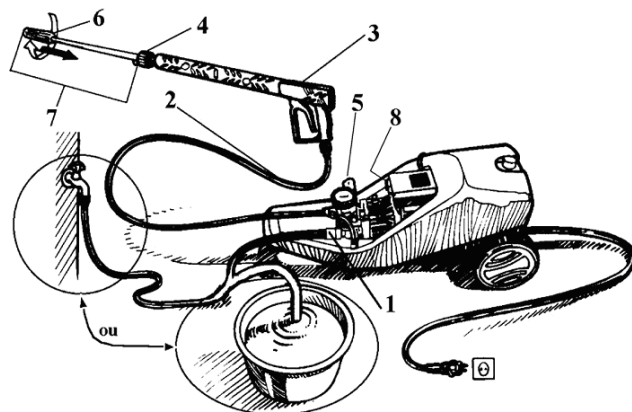

Figure 1
4. Visser l'extrémité du flexible sur le pistolet multifonction (3 fig.1).
6. Visser la lance à l'aide de la molette (4 fig.1) sur le pistolet multifonction (3 fig.1). L'eau doit s'écouler abondamment en appuyant sur la gâchette. Si tel n'est pas le cas, merci de se reporter au paragraphe 6.5 « Défaits et remèdes ».
- Pour obtenir la position haute pression (de 30 à 150 bars) : tirer la buse Variojet (6 fig.1) vers vous.
- Pour obtenir la position basse pression (inférieur à 30 bars), pousser la buse Variojet (6 fig.1) vers l'avant.
- Régler la pression désirée au moyen de la poignée noire (5 fig.1).
- Régler la forme du jet au moyen de la buse Variojet (6 fig.1) en tournant celle-ci vers la droite (jet large) ou vers la gauche (jet fin).
- S'assurer que la buse Variojet (18 fig.1) soit bien en position haute pression.
- Dévisser et revisser la poignée de réglage de pression (5 fig.1), pour atteindre la pression de service (150 bars). Si la pression n'est que de 110/120 bars, la buse interne de pression (20 fig.4) est usée, il faut la remplacer.